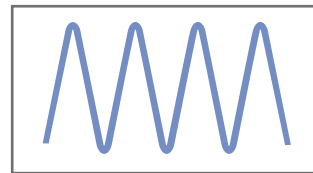

Fig. 5
- Riempire a zig-zag l'area interna del pannello ed assicurarsi che 1/3 della superficie sia coperta dall'adesivo (*fig. 5*).